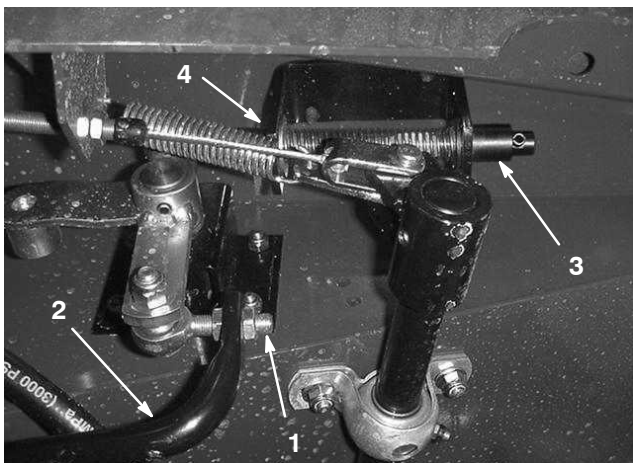

Figure 66
3. Desserrez les écrous de blocage à l'extrémité de la barre et réglez la longueur de la barre de déplacement (Fig. 66) pour que la pédale touche la butée juste en même temps que le levier de pompe arrive au bout de sa course. Resserrez les écrous de blocage.